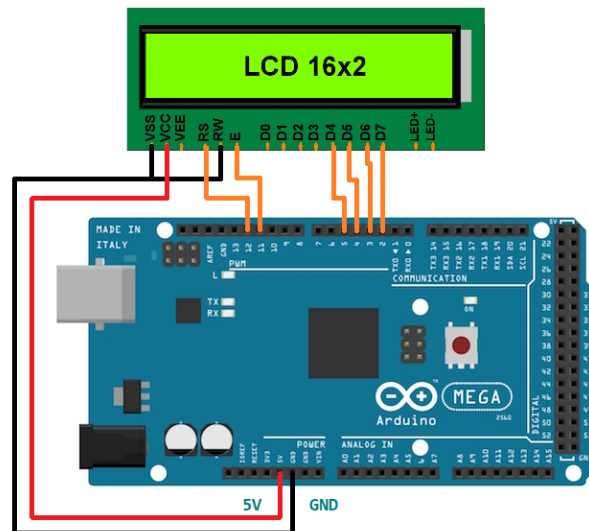

Figura 3: Conexión LCD.
2. Realizar las conexiones necesarias para operar el LCD (Figura 3).